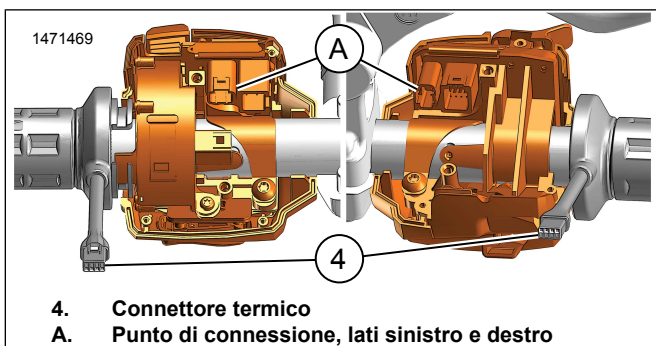

Figura 3. Posizioni dei connettori termici
- c. Vedere la figura 3. Staccare il connettore della manopola riscaldata (A).
- a. Vedere la figura 3. Staccare il connettore della manopola riscaldata (A).
- a. Vedere la figura 3. Collegare il connettore termico (4) alla presa (A).
3. Vedere la figura 3. Collegare il connettore termico (4) alla presa (A).